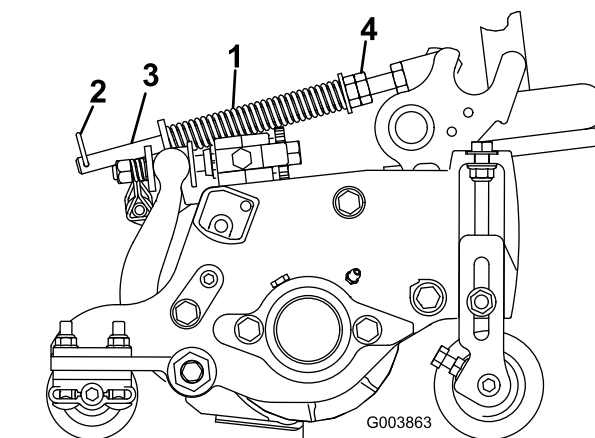

Figure 15
2. Serrez les écrous hexagonaux à l'extrémité avant de la tige de ressort jusqu'à ce que la longueur du ressort comprimé soit égale à 15,9 cm (Figure 15).
1. Vérifiez que la goupille fendue est insérée dans le trou de la tige de ressort (Figure 15).